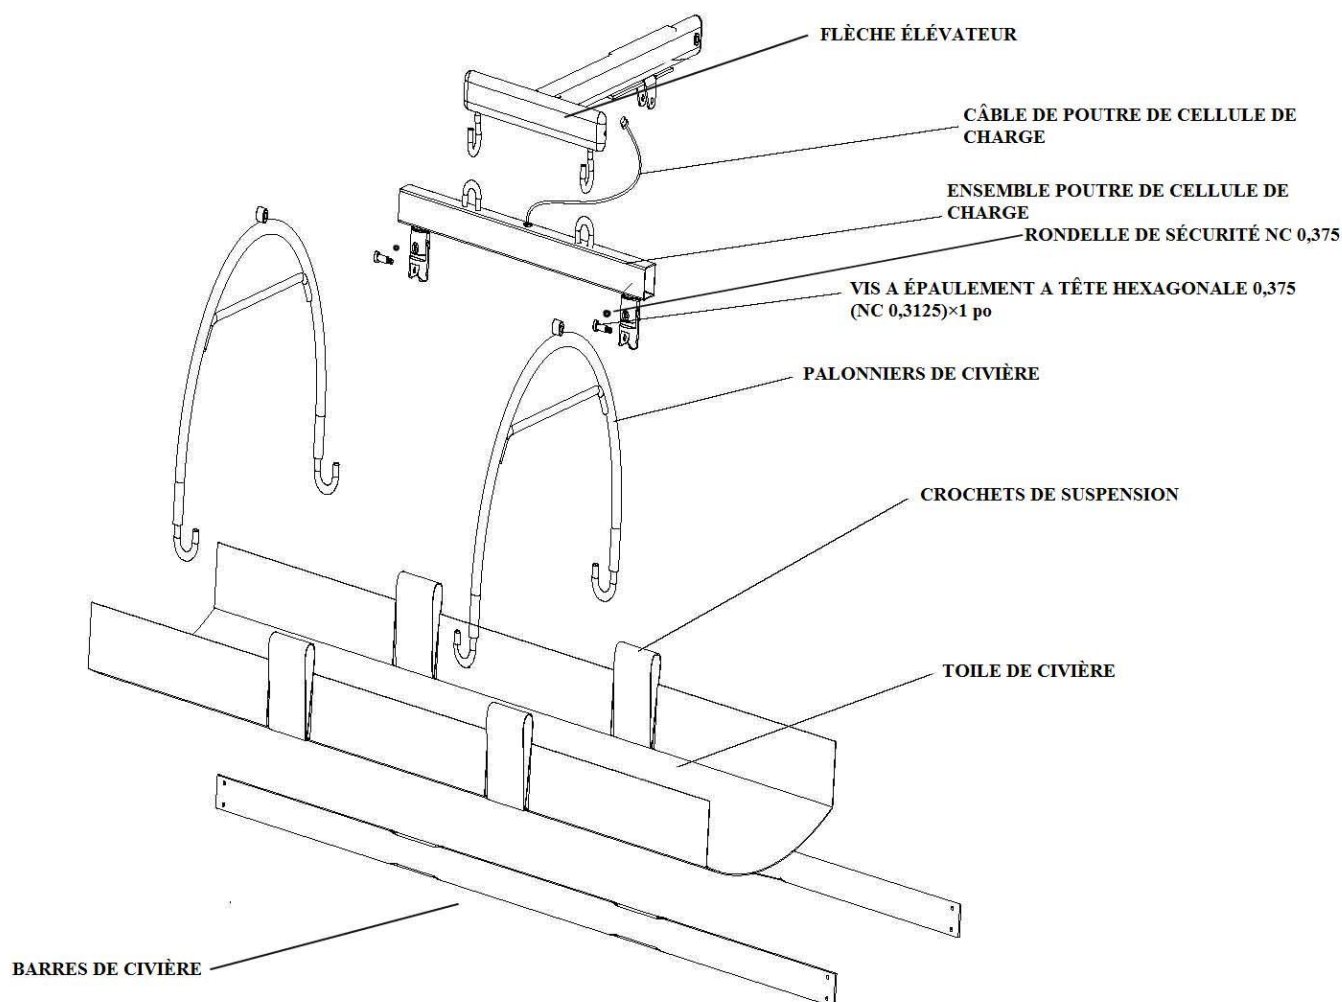

Figure 5
15. Accrochez l'Ensemble Poutre de Cellule de Charge sur les deux crochets à l'extrémité de la Flèche de l'Élévateur en utilisant les crochets de suspension en haut de l'Ensemble Poutre de Cellule de Charge (cf. Figure 5, ci-dessus, pour une illustration).